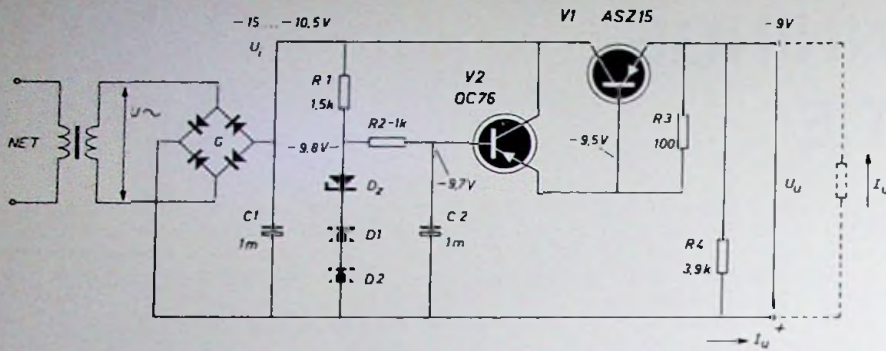

Fig. 3
- 2e. de wisselende stromen in de transistoren terugwerken op de voorgeschakelde weerstanden, waardoor spanningsverschillen optreden, zodat de elektroden niet op een stabiele spanning staan. Het begint al bij R_2 in het schema (hier nogmaals afgedrukt als fig. 3): bij toenemende belasting daalt de basispotentiaal van V_2 , omdat de toenemende basisstroom door deze transistor een toenemende spanningsval over R_2 veroorzaakt! Dit spanningsverlies moet van de zenerspanning over de serieschakeling D_1 , D_2 en D_z worden afgetrokken, om de basisspanning op V_2 te bepalen.